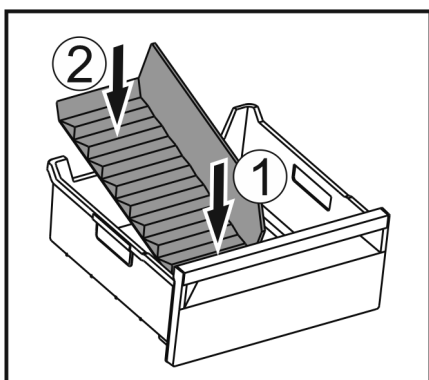

Fig. 121
- ▶ Voorste deel van de ijsvak-scheider plaatsen. Fig. 121 (1)
- ▶ Achterste deel van de ijsvak-scheider tot de bodem van de lade laten zakken. Fig. 121 (2)